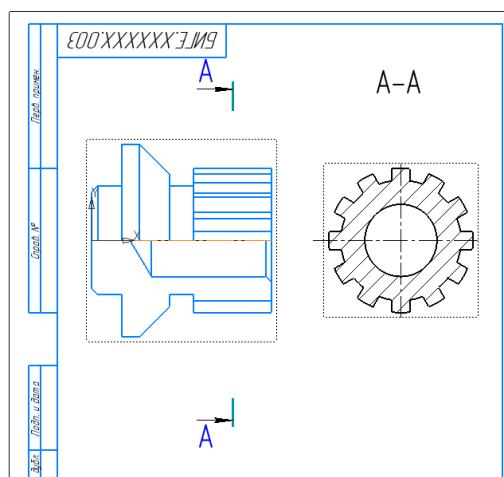
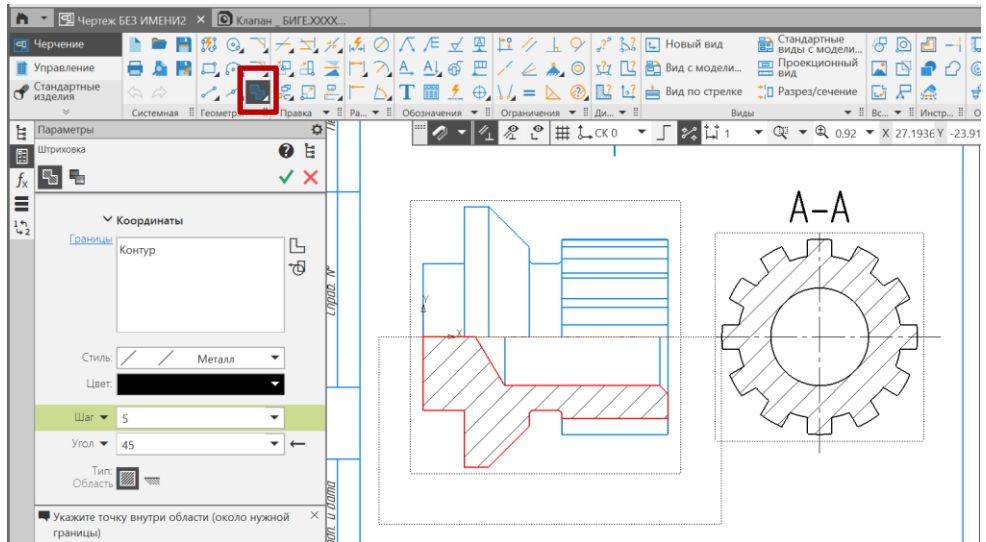

Рис. 15 Определение области штриховки
Рис. 16 Заливка штриховки на выделенную область
Для условного изображения выступов необходимо линии штриховки на фронтальном разрезе перенести в слой невидимых (рис. 15), провести горизонтальную линию на расстоянии от осевой равно радиусу окружности впадин (рис. 16).
- Черчение – Геометрия – Отрезок (см. рис. 15).
- Черчение – Геометрия – Штриховка. Используя команду «Штриховка» достроить главное изображение (рис. 16).